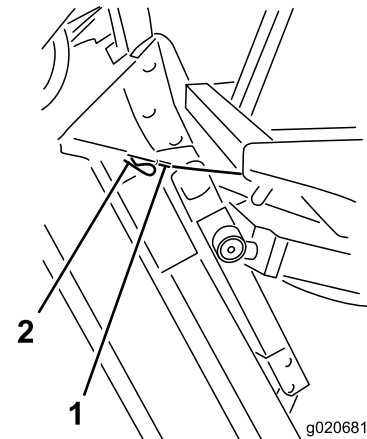

Figure 79
6. Tout en maintenant le plateau à la verticale, placez l'extrémité du câble sur l'axe du bras de levage et fixez-le en position à l'aide de la goupille fendue (Figure 79).